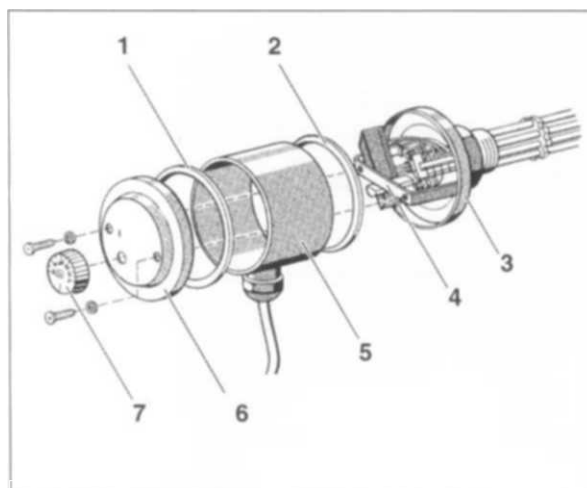

Рис. 3 Нагревательный элемент –
- Снять регулятор, потянув его на себя (Рис. 3 поз. 7)
- Выкрутить болты и снять защитную крышку (Рис. 3 поз. 6).
- Снять цилиндрический корпус (Рис.3, поз. 5) и вставить кабель в кабельный ввод.
- Вставить цилиндрический корпус обратно в основание (Рис. 3, поз. 3).
- Обратите внимание на плоское уплотнение (Рис. 3, поз. 2).
- Защитную крышку установить на цилиндрический корпус таким образом, чтобы отверстия в защитной крышке совпадали с отверстиями на крепежной скобе (Рис. 3, поз. 4) и с отверстием для оси регулятора (Рис. 3, поз. 4) и с отверстием для оси регулятора.
- Обратите внимание на плоское уплотнение (Рис. 3, поз. 1).